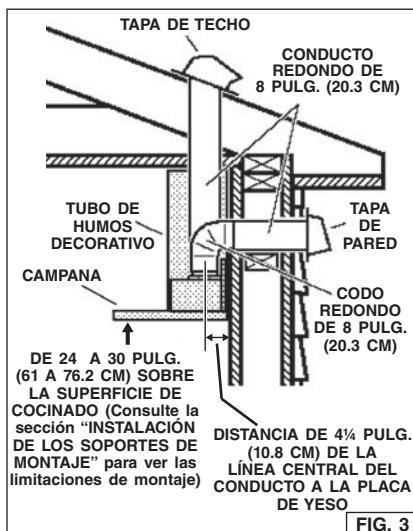

FIG. 3
- Decida dónde instalará el conducto entre la campana y el exterior. Fig. 3.